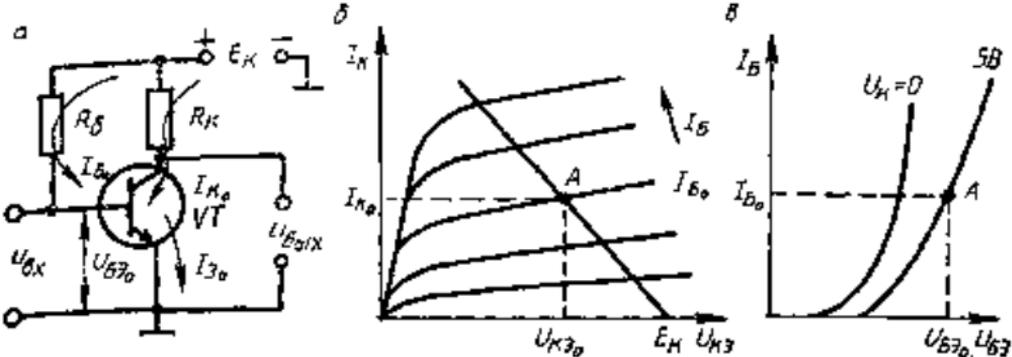

Рис. 5.7. Схема усилителя на БТ с фиксированным током базы (а) и характеристики транзистора (б, в)
**Усилитель с фиксированным током базы.** Схема усилительного каскада с фиксированным током базы показана на рис. 5.7, *a*.
Расчет режима покоя начинается с построения выходной нагрузочной прямой на семействе статических выходных характеристик (рис. 5.7, *б*) в соответствии с уравнением
и выбора рабочей точки  $I$  на выходных и входных (рис. 5.7, *б*, *в*) характеристиках. При заданных значе-